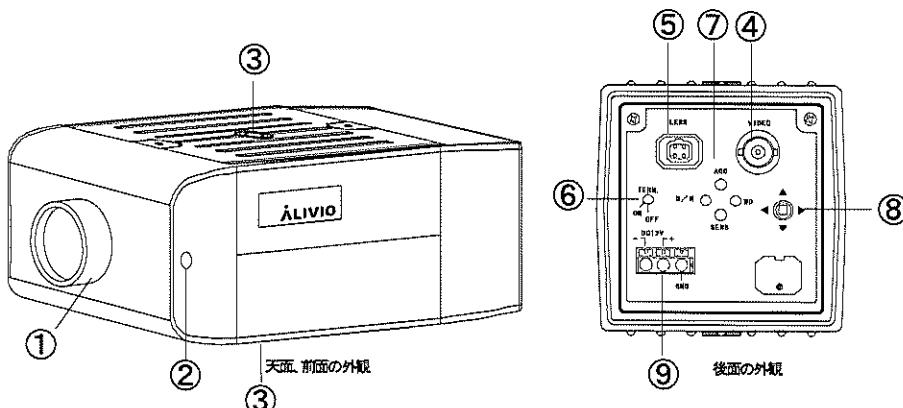

図 1
5. 六角レンチを使用してバックフォーカス調整部を緩めます。(図. 1②) フォーカスが合うようにレンズマウントを調整します。バックフォーカス調整部にてレンズマウントを固定します。
- (1) OSD を用いたメニュー上で設定する
- (2) ダイレクトキー機能を使用する
本機はダイレクトキー機能を備えており、通常時(メニュー非表示)に機能設定用スイッチ(図. 1⑧)を用いて下記4つの機能を直接操作することができます。
- ① AGC:ON/OFF
- ② DAY&NIGHT:ON(AUTO)/OFF(Color) (ON 設定時は、AGC も自動的に ON に設定されます)
- ③ SENS:ON/OFF
- ④ WD:ON(WD)/OFF(NORMAL)
以下の説明において用いられるスイッチは図. 1 ⑧を示す。